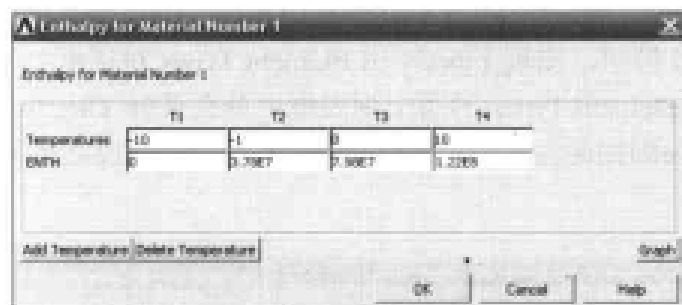

图 12-6 输入焓值对话框
(4) 在 Material Models Available 列表框中双击 Enthalpy 选项, 出现 Enthalpy for Material Number 1 对话框, 单击 Add Temperature 按钮 4 次, 参照图 12-6 在文本框中进行输入, 单击 OK 按钮关闭该对话框。